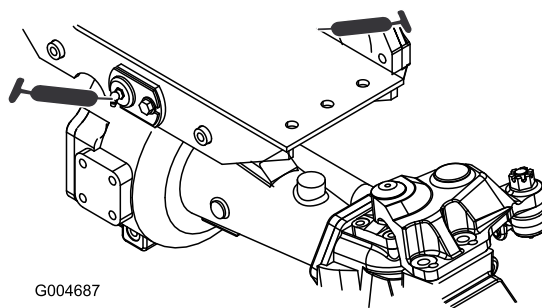

Figura 76
- 2 boccole orientabili dell'assale anteriore e posteriore (Figura 76)